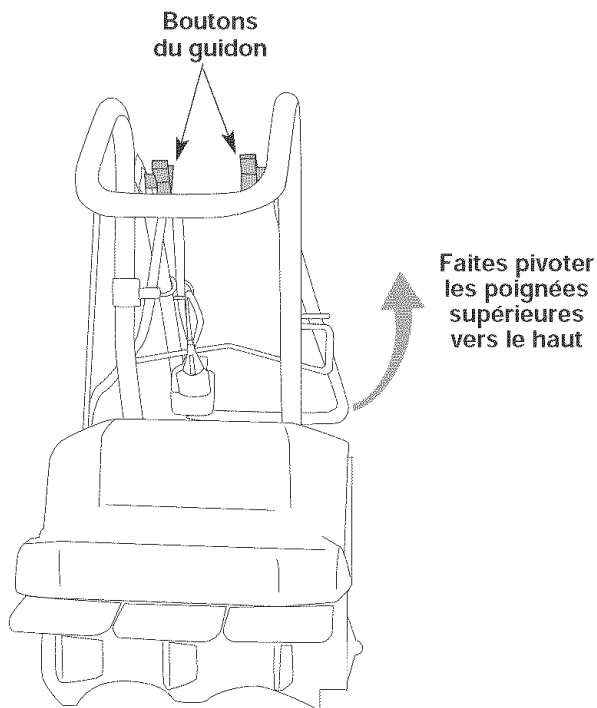

Fig. 1
1. Lorsque vous déballez l'appareil, desserrez les deux boutons à l'intérieur des poignées (Fig. 1).